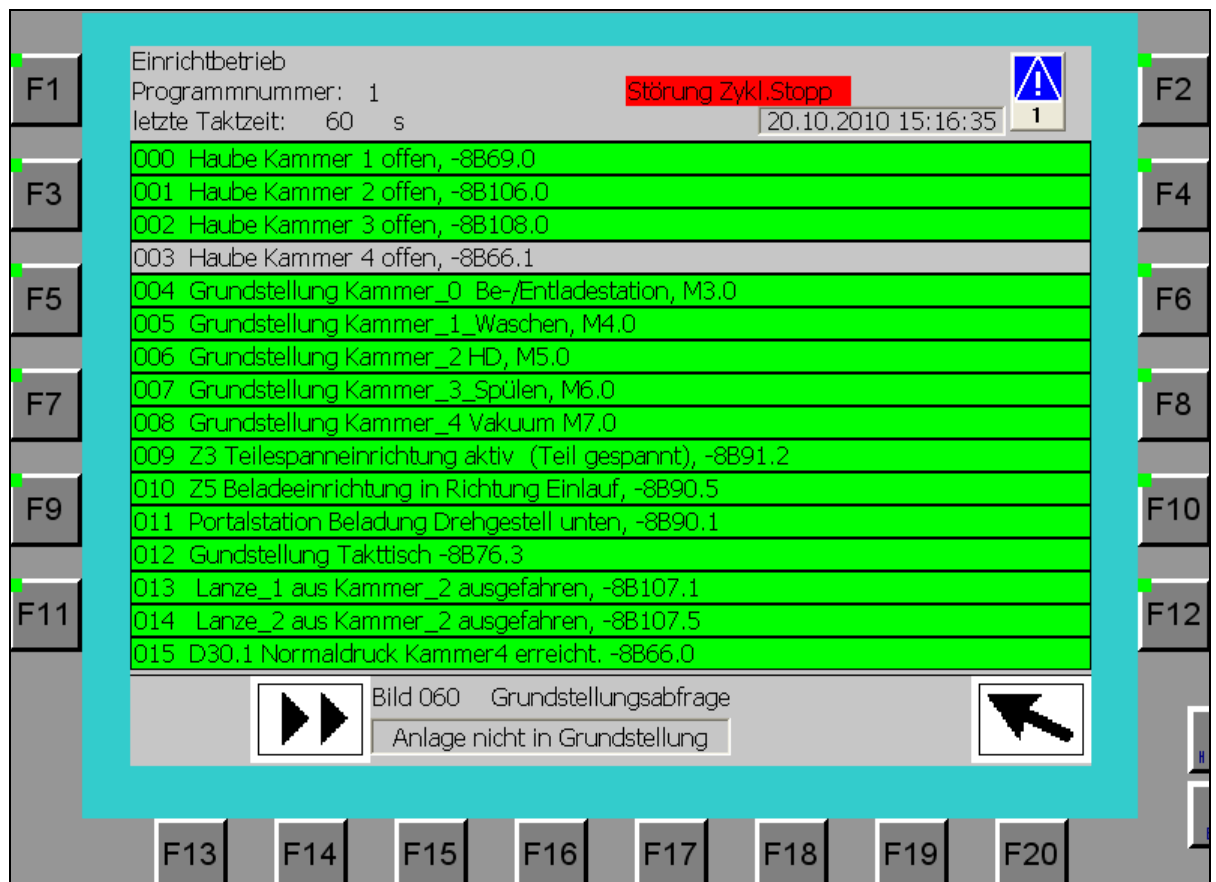

Bild 8.0
- Es erscheint unten stehendes Bild 8.0 Grundstellungsabfrage;
- Das Erreichen der Grundstellung für die einzelnen Komponenten wird durch grüne Unterlegung der Textzeilen im Bild 8.0 gekennzeichnet, zusätzlich blinkt bei Grundstellung der Anlage die grüne LED auf der Funktionstaste **K5**